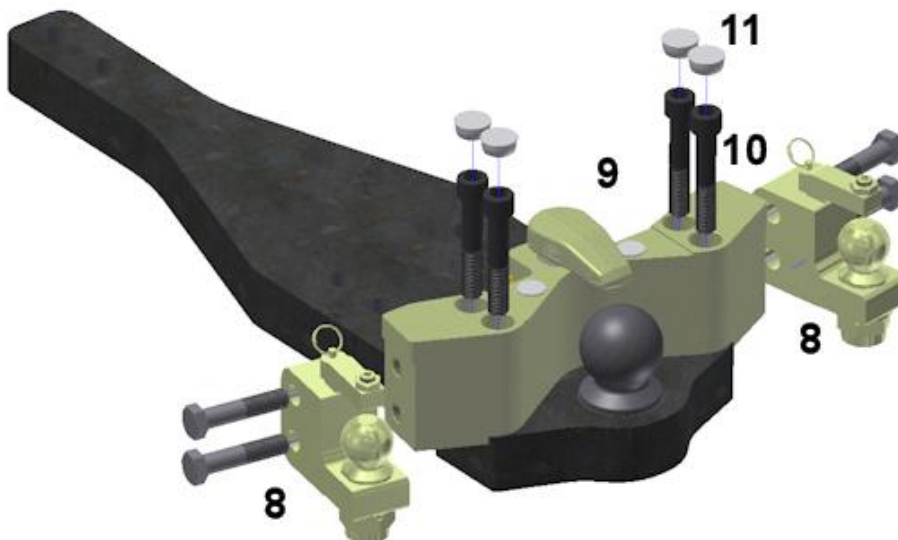

Bild 3 – KBa-ZWL50 incl. ZWL 50
(siehe Bild 3)
Die geeigneten Kugelbalken sind an der Montagestelle min. 290 mm breit und verfügen über 4 Gewindebohrungen M20 mit einem Lochbild von 250 x 40 mm. Zur Montage von ZWL-Bauteilen ist ein spezieller Niederhalter (9) gemäß Bild 3 erforderlich. Dieser wird mit den zwei Innensechskantschrauben M16x90 so wie vier zusätzlichen Zylinderschrauben M20x80 – ISO 4014 (10), zwei je Seite, an den Kugelbalken geschraubt. Anzugsmoment M20: 600 Nm. Die Senkbohrungen werden anschließend mit 4 Stopfen (11) waserdicht verschlossen. Die ZWL50 können nun beidseitig an den Niederhalter montiert werden. Es werden die Abstands-Bedingungen gemäß ISO 26402 erfüllt. Siehe hierzu auch die gesonderte Bedienungsanleitung zu den Zwanglenkungsbauteilen!